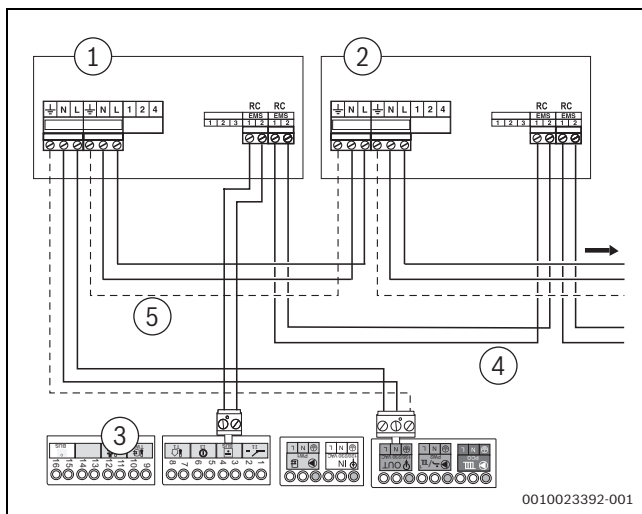

Bild 54 Anschluss mehrerer Funktionsmodule
- ▶ EMS-Busanschluss des ersten Moduls für das zweite Modul verwenden. Hierzu das mit dem Modul mitgelieferte Kabel verwenden (→ Bild 54, [4]).